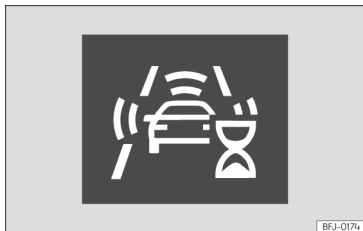

Fig. 156 Sur l'écran du combiné d'instruments : indication de l'auto-calibrage initial du système.
- Dans les premiers instants après avoir mis le contact et pris la route, à cause du calibrage automatique du système. Pendant cette période, une icône d' état s'affiche » **fig. 156**.